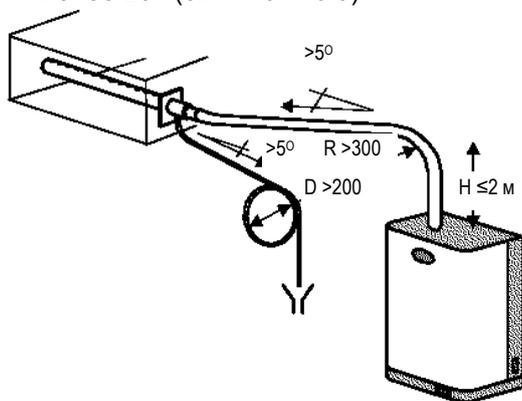

Рис. 4.6.2
1. Подъем вертикально вверх на высоту не менее 300 мм, далее сгиб с радиусом не менее 300 мм и постепенный наклон вниз не менее  $5^\circ$  (см. Рис. 4.6.2);
Конец трубки для отвода конденсата должен подсоединяться к ближайшей сливной трубке с минимальным наклоном  $5^{\circ}$  для обеспечения правильного нисходящего потока (см. Рис. 4.6.2).